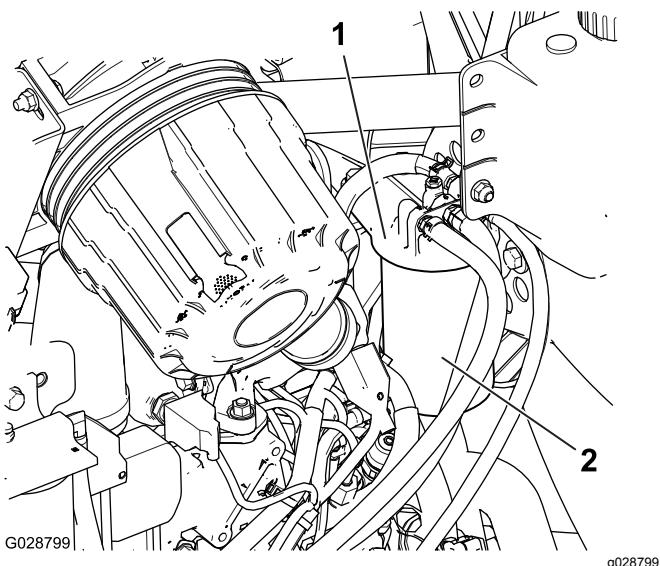

Bild 72
1. Reinigen Sie den Bereich um den Kraftstofffilterkopf (Bild 72).
2. Entfernen Sie den Filter und reinigen die Kontaktfläche (**Bild 72**).